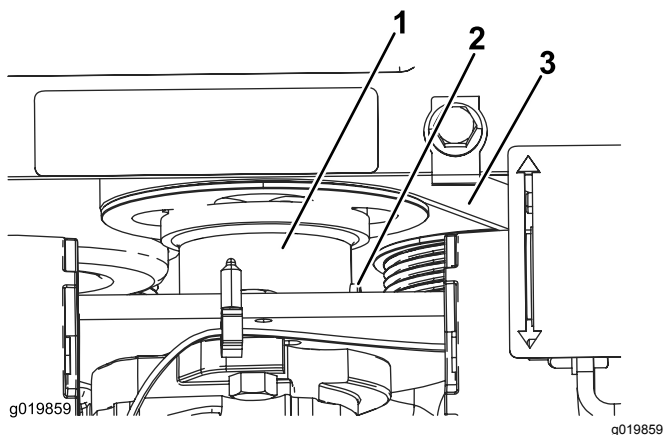

Figure 53
5. Desserrez la vis sur le coupleur d'entraînement de la pompe (Figure 53).